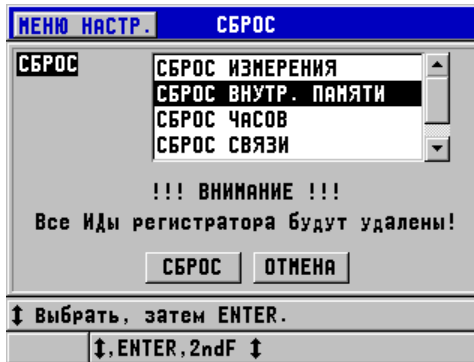

Рис. 6-33 Предупреждающее сообщение при сбросе данных измерения
2. В окне **СБРОС** (см. Рис. 6-33 на стр. 122):